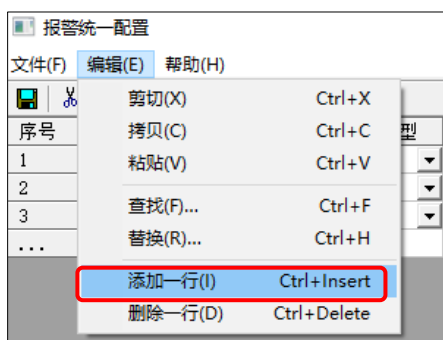

图 4.5-3 菜单栏新增报警行
- ① 通过图 4.5-3 中的“编辑”→“添加一行”，实现新增报警行。